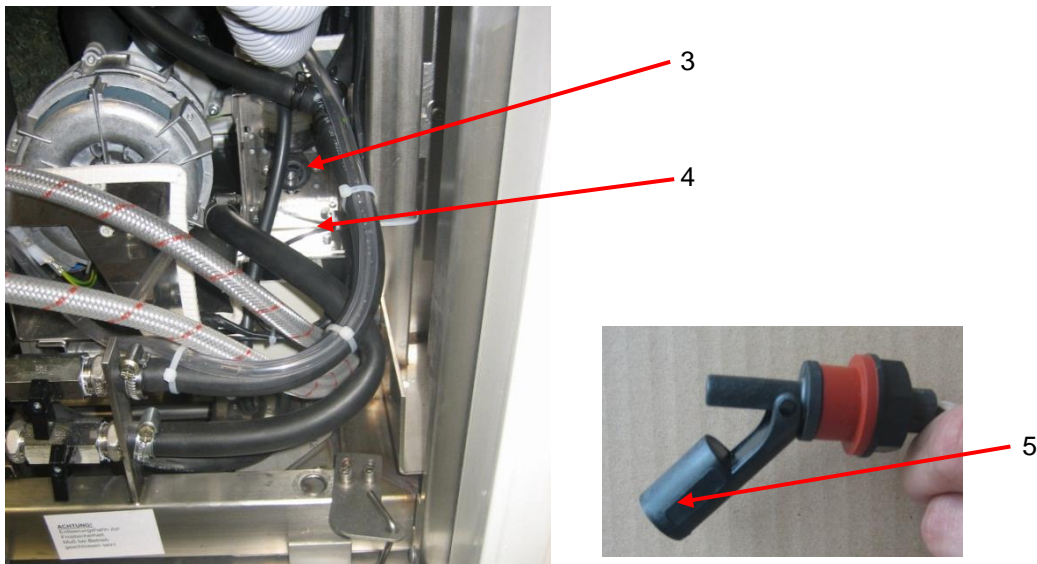

Abb. 5: Leckagenbehälter und Schwimmerschalter
Im Leckagenbehälter befindet sich ein Schwimmerschalter (Abb. 5: Pos. 4).
- ◆ Greifen Sie in den Behälter und heben den Schwimmerschalter (Abb. 5: 5) an.
- Die Pumpe (3) läuft für ca. 5 Minuten und pumpt den Behälter leer.